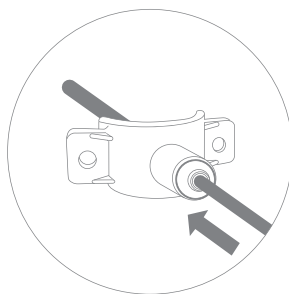

Рис. 7
3. Проденьте красную трубку через штуцер хомута, чтобы она вышла с внутренней стороны хомута на 7...10 мм (рис. 7).